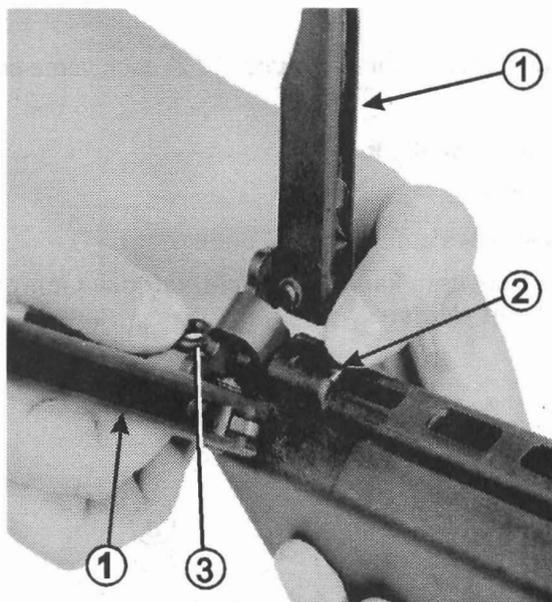

Bild 11 Zweibein an- und abbauen
(1) Anbauen
- ⇒ Zweibein mit Stützbeinen nach hinten (Bild 11) in die Aufnahme einsetzen.
(2) Abbauen